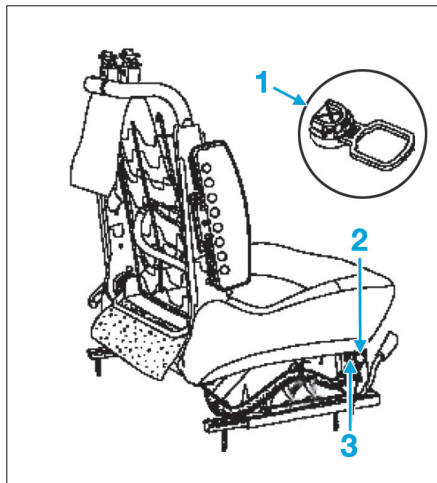

Fig. 7
- Percer les deux rivets de fixation (3) du percuteur (capuchon de protection (1) clipsé sur la pièce) (Fig.7).
Dans le cas d'une dépose du cache-glissière (côté porte) alors que l'airbag n'a pas été déclenché, il est impératif de positionner un capuchon de protection (1) sur le percuteur (2) afin d'éviter tout risque de déclenchement intempestif (Fig.7).